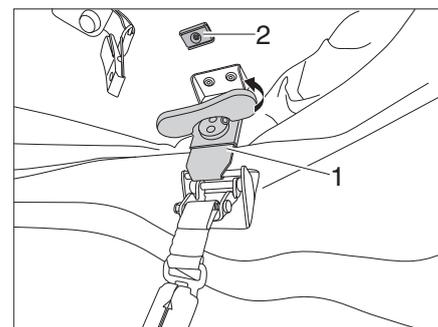
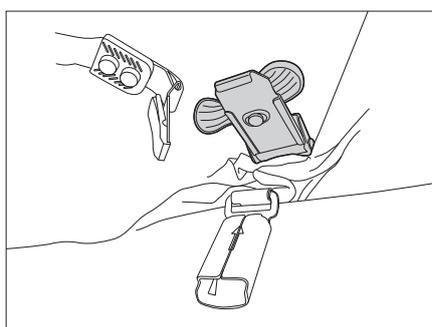

Fig. 10 Sbloccaggio dei bloccaggi
Fig. 11 Fissaggio dei bloccaggi
- Sollevare le maniglie girevoli del bloccaggio sinistro e destro (Fig. 10,1) e ruotarle in senso antiorario facendo sbloccare i bloccaggi.
- Richiudere la maniglia girevole e fissare il meccanismo di bloccaggio al magnete (Fig. 10,2) (Fig. 11).